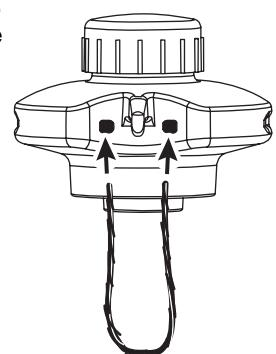

**Fig. 4**
4. Serrez le bouton en le tournant à droite (Fig. 4).